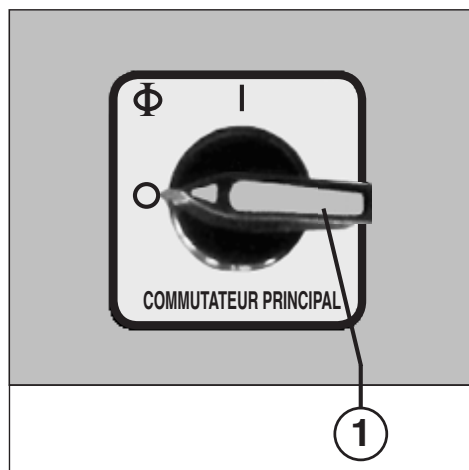

Fig. 1
Veillez à ce que la machine soit mise hors circuit la nuit (interrupteur principal (1) (fig. 1) à savoir position „0“).